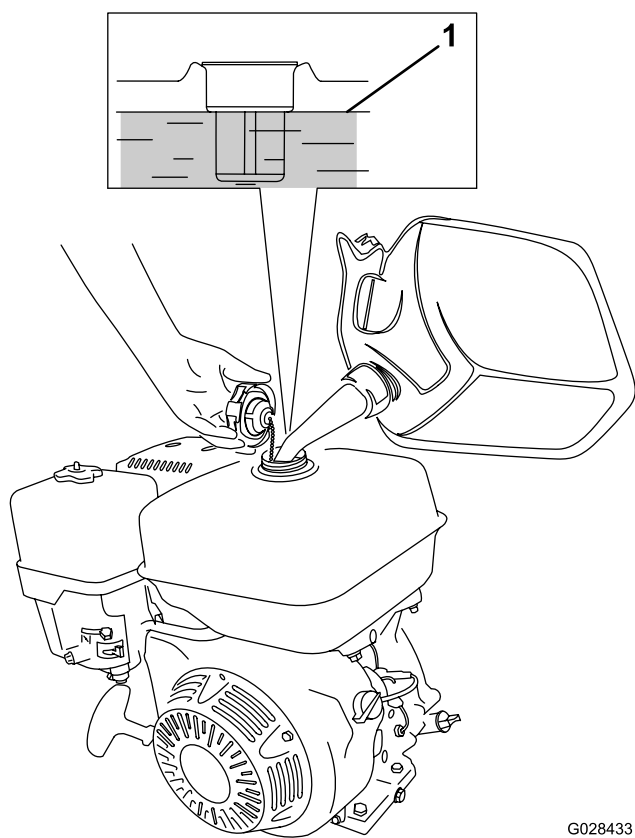

Figura 14
1. Limpe a zona em redor da tampa do depósito de combustível e retire a tampa do depósito (Figura 14). Utilizando gasolina sem chumbo (no mínimo, 87 octanas), encha o depósito de combustível até aproximadamente 25 mm abaixo da parte superior para permitir a expansão do combustível.